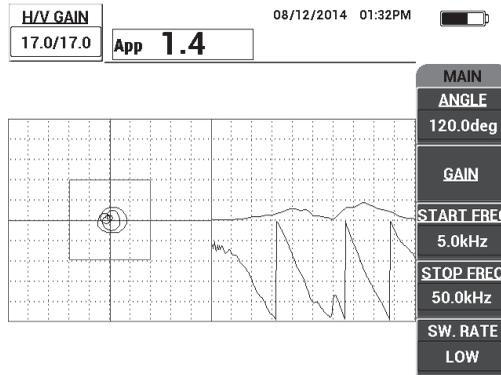

Figura 6-57 Representación de barrido entre dos divisiones
1. Coloque las puntas de las sondas en un área correcta del bloque de referencia, pulse la tecla **GAIN (dB)** y, después, utilice la rueda de ajuste para determinar la ganancia hasta que la imagen de barrido esté contenida entre dos divisiones dentro del cuadrado de la alarma. Ver la Figura 6-57 en la página 180).